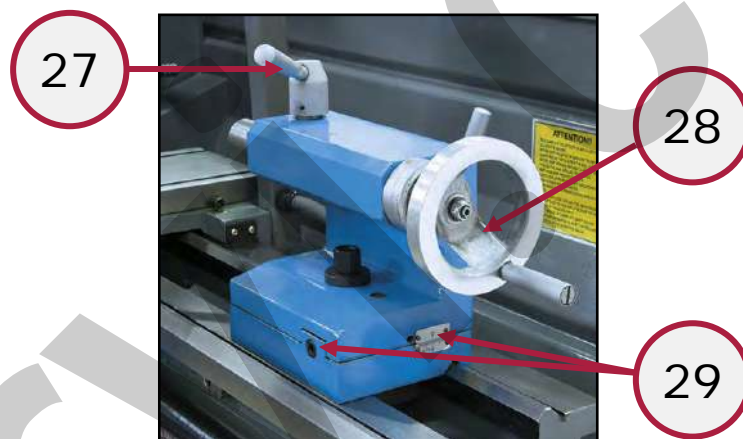

Figura 28 – Leva e volantino contropunta.
3. Se necessario, bloccare l'estremità opposta del pezzo tramite la contropunta. A tal proposito, regolare la posizione della contropunta e del cannotto, utilizzando la leva ed il volantino di fissaggio appositi (Figura 28).